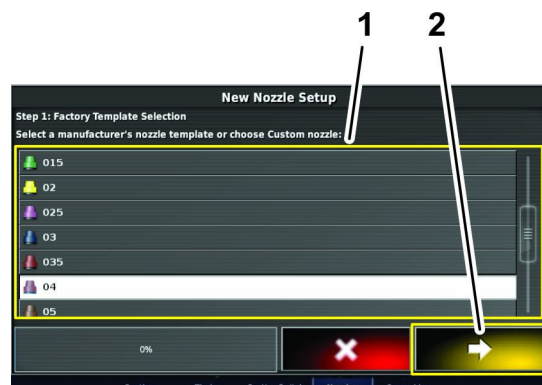

Figura 77
5. Nel passaggio 1 della schermata di impostazione dei nuovi ugelli premete l'icona Nuovo ugello sulla base delle portate o dei colori elencati nella lista dei modelli di fabbrica (Figura 77).